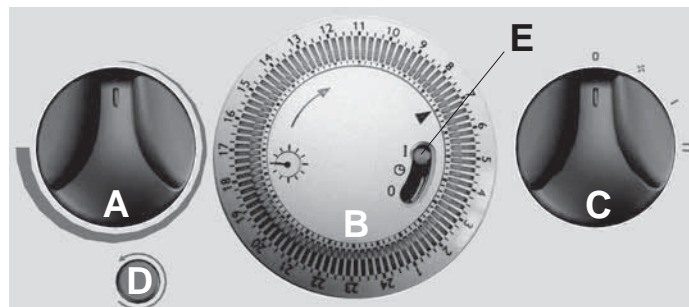
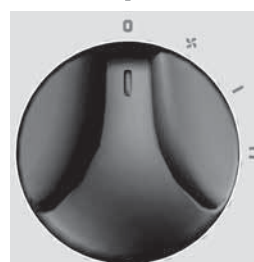
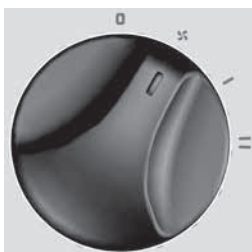
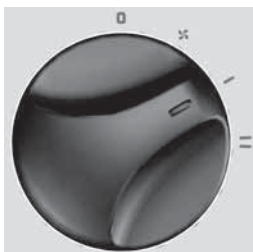

fig. 1
fig. 2
fig. 3
fig. 4
- Stellen Sie sicher, dass der Bezug "I" des Drehknopfes "C" (Abb. 1) mit dem Symbol "o" auf der Bedienkonsole (Abb. 2) zentriert ist. Stellen Sie darüber hinaus sicher, dass der Wahlschalter "E" des Timers (Abb. 1) in der Position "I" steht.
- Verifique que la referencia "I" de la manija "C" (fig. 1) esté alineada con el símbolo "o", presente en el panel de mandos (fig. 2); verifique también que el selector "E" del temporizador (fig. 1) esté en la posición "I".*
- Per attivare la funzione VENTILAZIONE, ruotare la manopola "C" in modo che il riferimento "I" (fig. 1) sia allineato al simbolo "VENTOLA" presente sul pannello comandi (fig. 3).
- Per attivare la funzione POTENZA MINIMA, ruotare la manopola "C" (fig. 1) in modo che il riferimento "I" sia allineato al simbolo "I" presente sul pannello comandi (fig. 4).
- To activate VENTILATION function, turn knob "C" so that reference mark "I" (fig. 1) is aligned with the "FAN" symbol on the control panel (fig. 3).
- To activate MINIMUM POWER function, turn knob "C" (fig. 1) so that reference mark "I" is aligned with the "I" symbol on the control panel (fig. 4).
- Pour activer la fonction PUISSANCE MINIMALE, tourner la molette "C" (fig. 1) de telle sorte que la référence "I" soit alignée sur le symbole "I" présent sur le pupitre de commande (fig. 4).